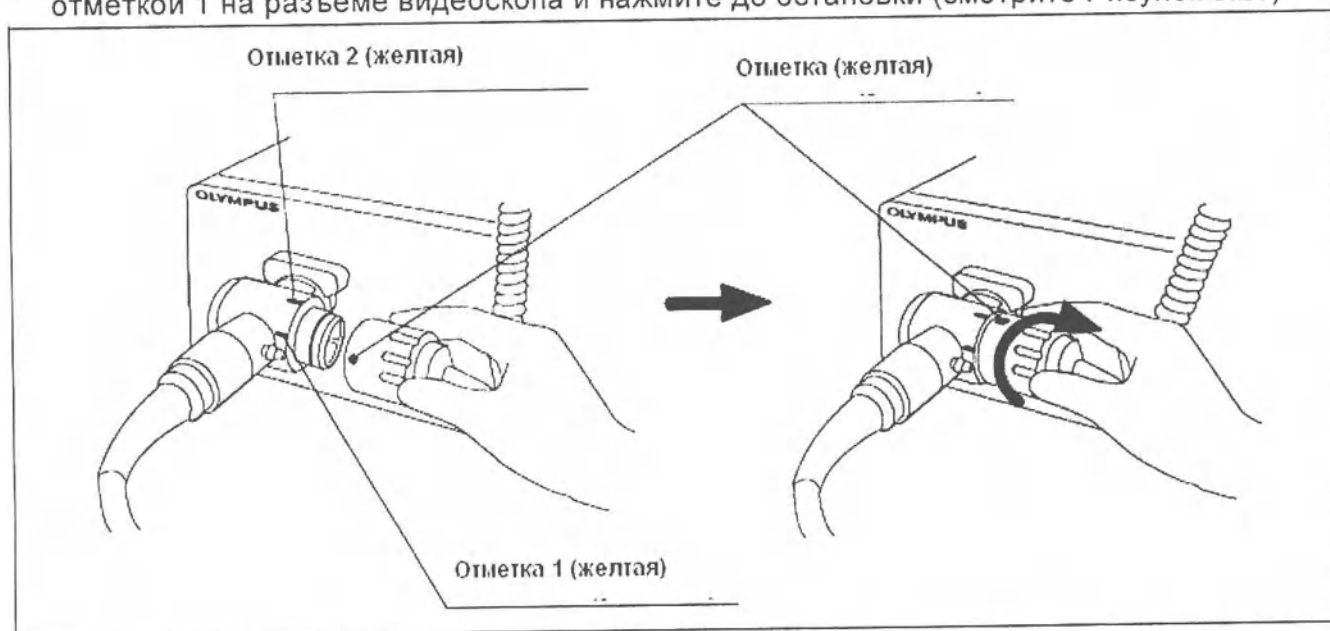

Рисунок 3.26
5. Совместите отметку кабеля видеоскопа EXERA или кабеля видеоскопа 100 с отметкой 1 на разъеме видеоскопа и нажмите до остановки (смотрите Рисунок 3.26).
6. Поверните разъем кабеля видеоскопа по часовой стрелке до остановки (смотрите Рисунок 3.26).